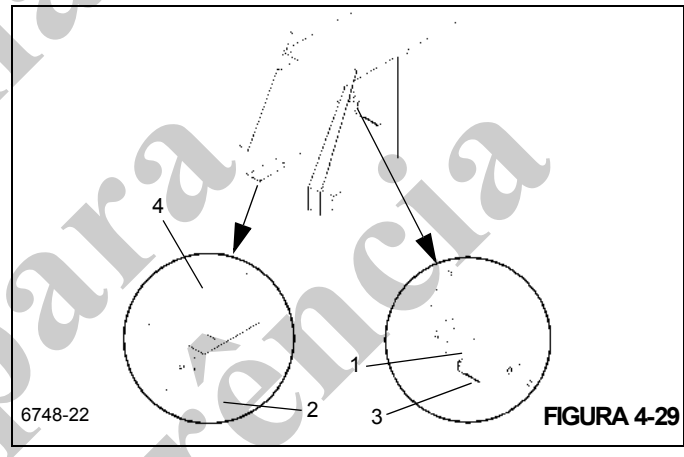

FIGURA 4-29
9. Remova os dois parafusos que fixam as placas de desgaste laterais superiores (Figura 4-29, 1) e inferiores (Figura 4-29, 2) na parte frontal da seção intermediária externa. Remova as placas de desgaste, os calços e a cantoneira de montagem (Figura 4-29, 3) (apenas lado superior esquerdo).